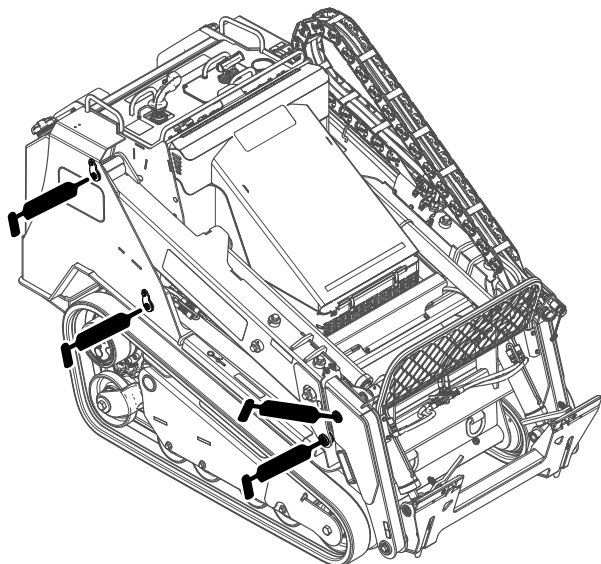
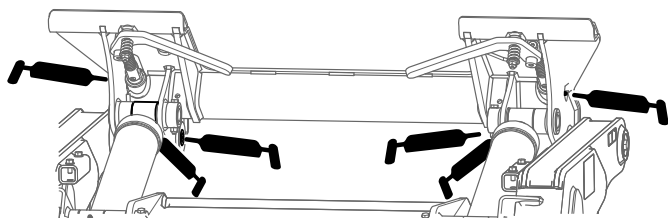
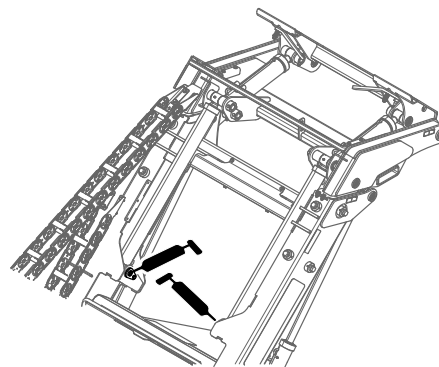

Figura 45
Figura 46
Figura 47
4. Conecte una pistola de engrasar a cada punto de engrase (Figura 45, Figura 46 y Figura 47).
Nota: Eleve los brazos de carga antes de engrasar los puntos de engrase en Figura 47.